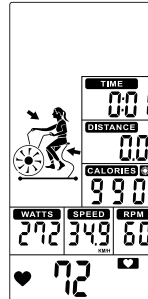

Figure 44
③ Der voreingestellte KALORIEN-Wert zählt abwärts, ZEIT, ENTFERNUNG, WATTS, SPEED und RPM beginnen aufwärts zu zählen (Abbildung 44).
④ Drücken Sie die START-Taste einmal, um in den PAUSE-Modus zu gelangen. Der Summer ertönt innerhalb von 30 Sekunden für 0,5 Sekunden. Alle Werte werden auf dem LCD-Display angezeigt und blinken alle 2 Sekunden. Wenn Sie das Training für 5 Minuten unterbrechen, ertönt der Summer 2 Sekunden lang und Sie gelangen in den Aufwachmodus. Drücken Sie START, um das Training fortzusetzen.
⑤ Kein Signaleingang für 30s, der Summer ertönt 1s und wechselt in den Wake-up Modus.
③ Preset CALORIES value counts down, TIME, DISTANCE, WATTS, SPEED & RPM start to count up. (Figure 44)